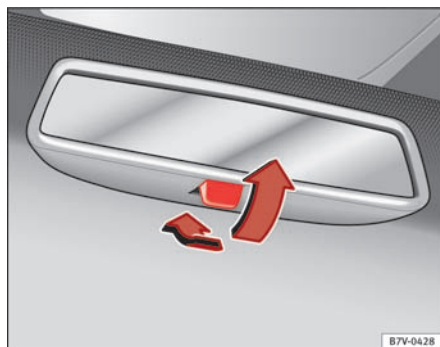

Fig. 72 Bakspejl med manuel afblænding
- For at afblænde spejlet skal du trække armen bagud → Fig. 72.